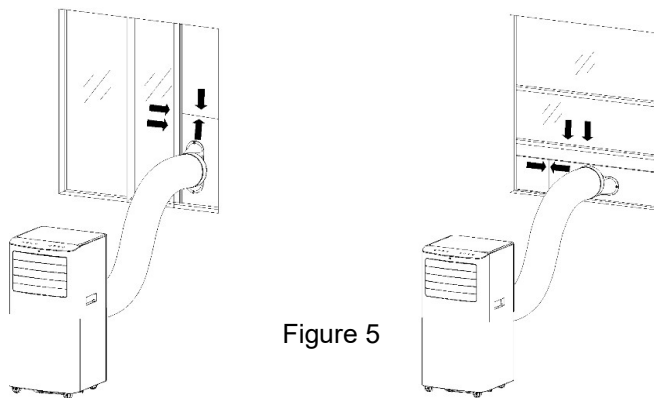

Figure 5
1. Déployez le **tuyau d'évacuation**, puis **enclenchez l'extrémité plate du raccord** du tuyau dans l'orifice du **kit de calfeutrage pour fenêtre** (voir **Figures 5 et 6**).